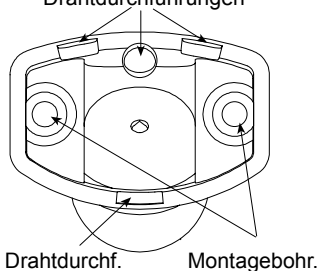

Abb. 8. Haltewinkelbasis - Rückansicht
- F. Die gewünschten vorgestanzten Drahtdurchführungen im Haltewinkel ausbrechen (siehe Abb. 8).